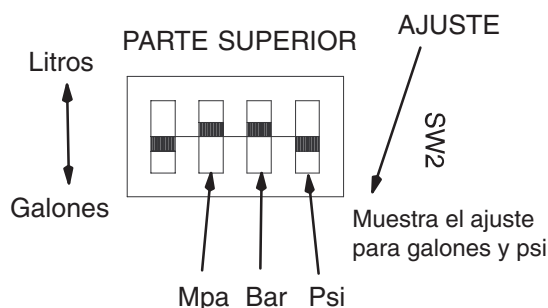

Fig. 13
2. Coloque los interruptores en la posición que desee, Fig. 13.